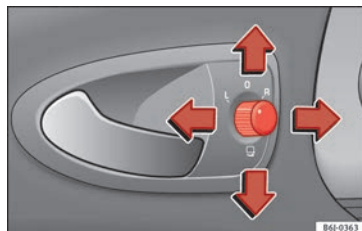

Fig. 97 Mando de los retrovisores exteriores.
1. En primer lugar, gire el mando » **fig. 97** hasta la posición **L** (**retrovisor izquierdo**).
- Gire el mando » » **fig. 97** hasta la posición para plegar los retrovisores exteriores. Para evitar daños en el vehículo, debería plegar los retrovisores exteriores siempre que utilice un túnel de lavado automático.